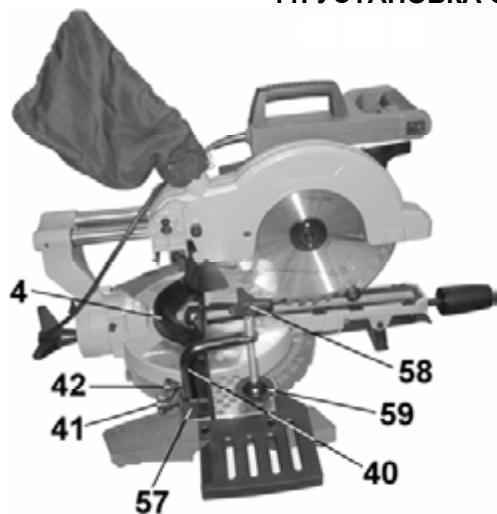

Рис. 17
11. УСТАНОВКА ОБРАБАТЫВАЕМОЙ ЗАГОТОВКИ (Рис.17)